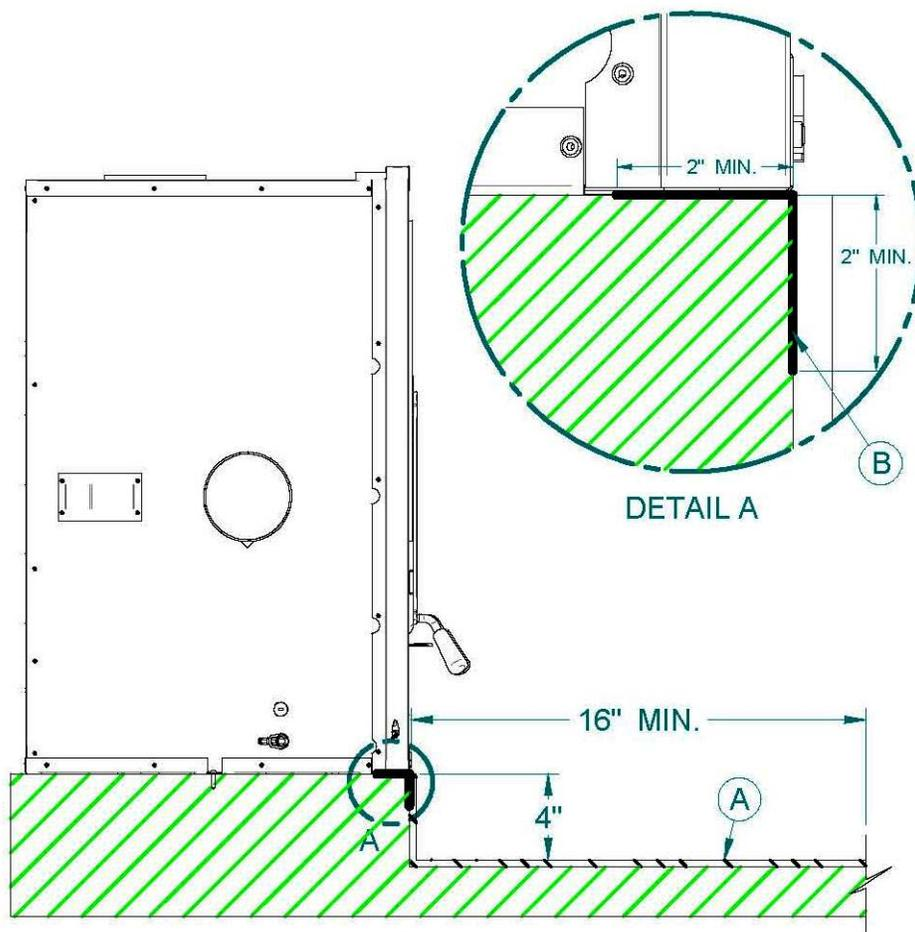

Figure 9
Il est possible toutefois d'éliminer le facteur R en surélevant l'appareil de 4'' par rapport au plancher (voir figure 9) toutefois, le joint entre l'extension de l'âtre et le foyer doit être protégé par un matériel non-combustible. Par exemple, une plaque de métal (non fournie) tel qu'illustrée à la figure 9 (B). Veuillez noter qu'une protection de plancher incombustible d'au moins 16'' doit être installé en face du foyer, tel qu'illustré à la figure 9 (A).